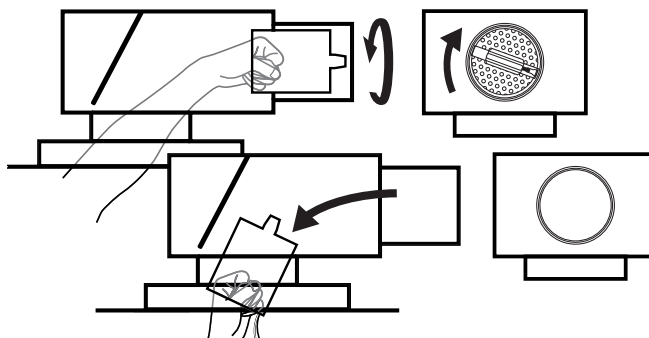

Bild 2. Spjällinsatsen vrids moturs för att lossas från lådan.
- 4) Ta tag i handtaget och vrid spjällinsatsen moturs så att den lossnar och dra ut spjällinsatsen ur lådan, se bild 2.